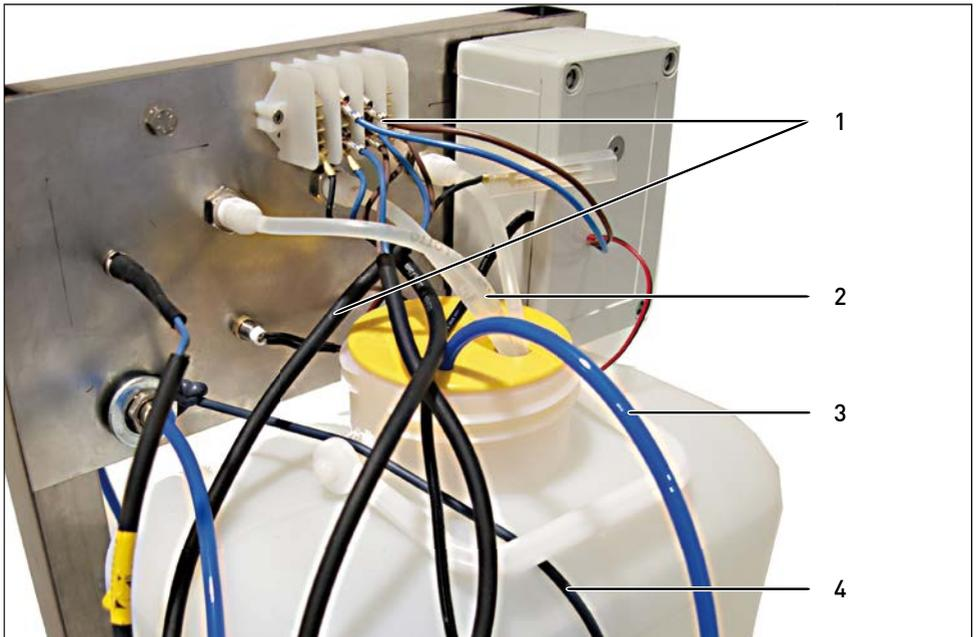

Abb. 9 Wasservorratsbehälter demontieren
2. Anschlussleitungen des Schwimmerschalters von der Klemmenleiste abziehen (Abb. 9, Nr. 1).
3. Die drei Zuführungsleitungen zu den Schrankanschlüssen (2) und den Wasserzuführungsschlauch (3) von den Filterkartuschen durch den Deckel des Wasservorratsbehälters herausziehen.